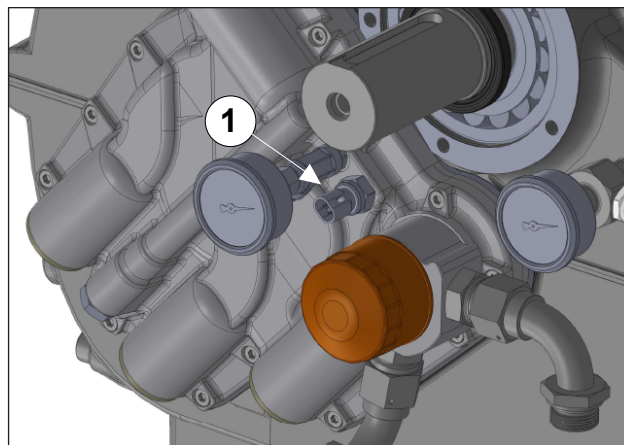

Fig. 135
Monter le capteur de température d'huile (rep. ①, Fig. 135).